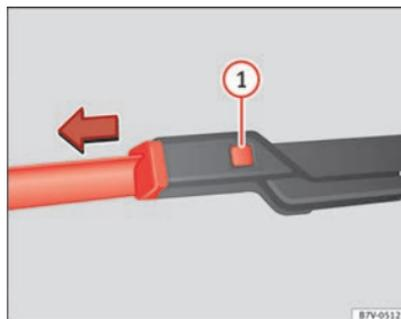

Abb. 161 Scheibenwischerblätter der Frontscheibe auswechseln.
- Entriegelungstaste ⇒ Abb. 161 ① gedrückt halten und gleichzeitig das Scheibenwischerblatt in Pfeilrichtung abziehen.